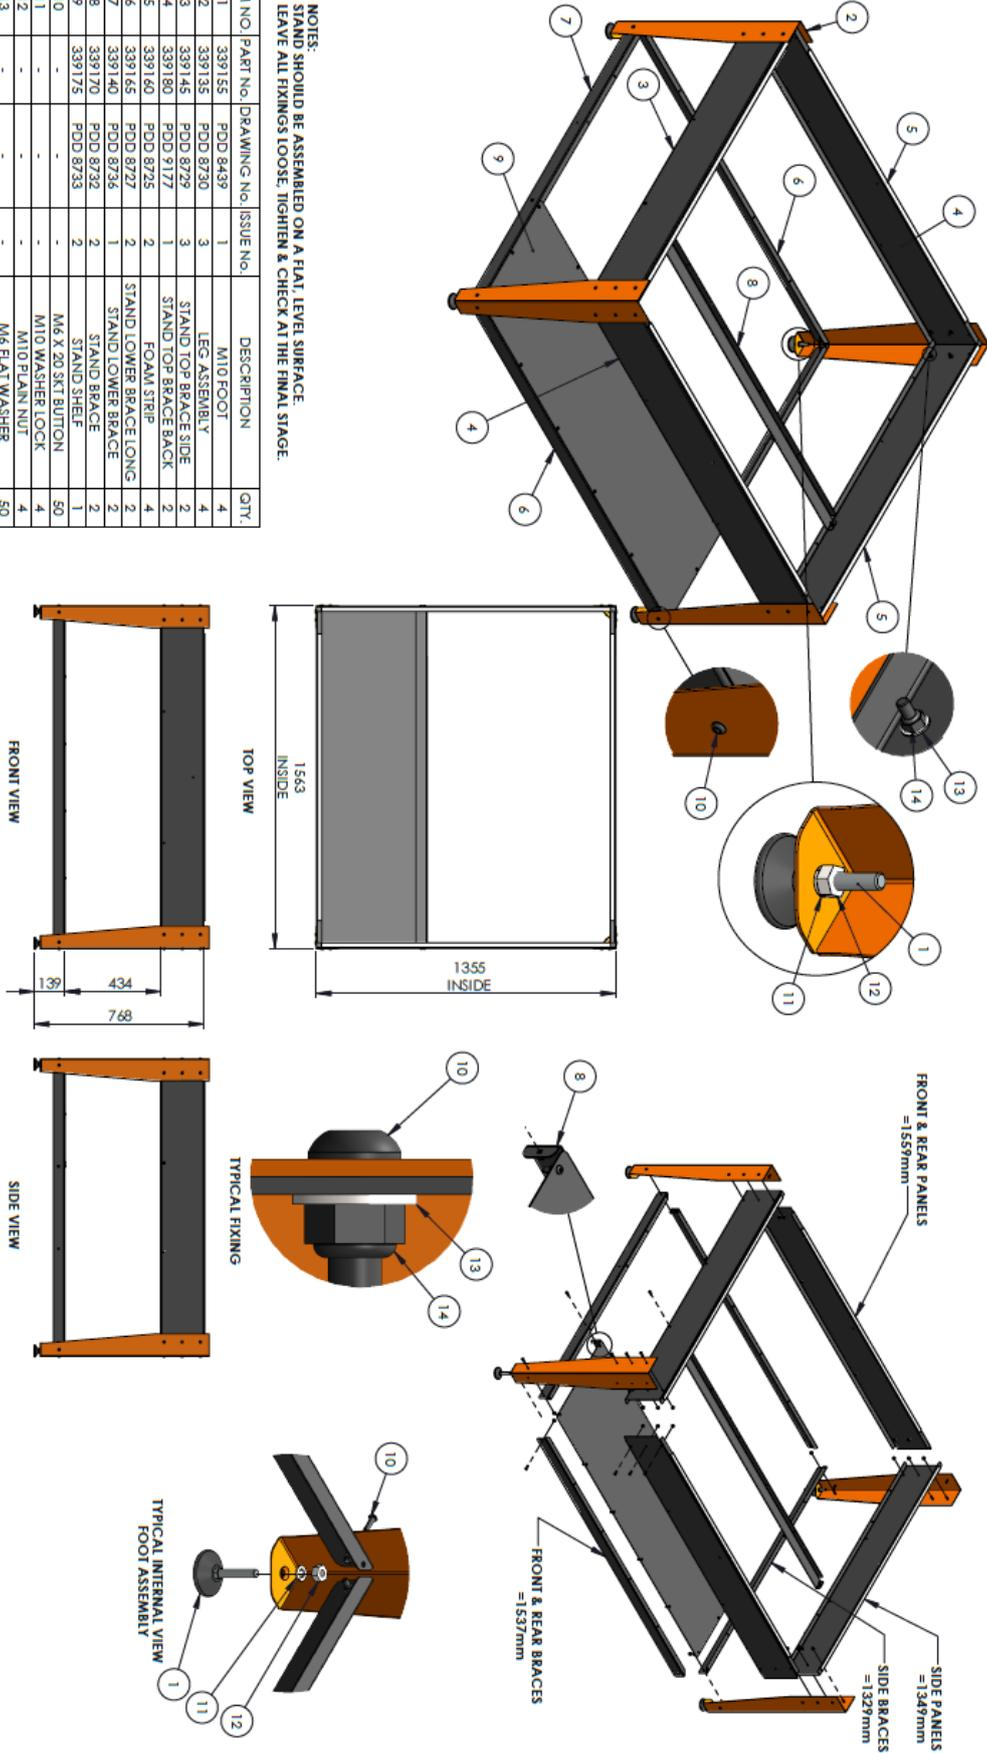

Abb. 6. Tischgestell-Elemente und Montage
1. Abb. 6 auf Seite 22 zeigt die Gestellelemente und die Montage für das Gestell.